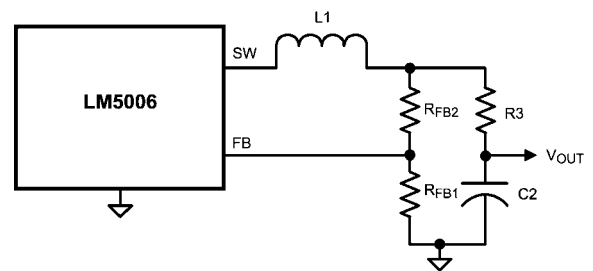

FIGURE 9. Alternate Minimum Output Ripple
c) その他のリップルを最小化する構成: Figure 9 の回路はブロック図と同じです。ただし、出力電圧を R3 と C2 の接続部分から取り出しています。 V_{OUT} のリップルは、インダクタのリップル電流と C2 の特性によって決まります。ただし、R3 の影響でロード・レギュレーション特性が若干低下します。この回路は、負荷電流がほぼ一定のアプリケーションに適しています。